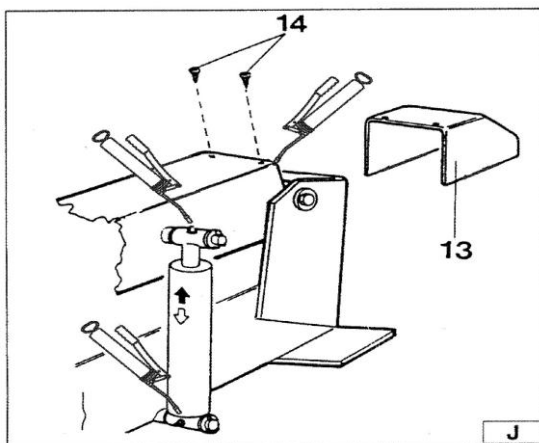

Рисунок 14. Смазка подъемного цилиндра и оси вращения
2) Время от времени смазывайте подъемный цилиндр зажимного патрона и ось вращения. Добавьте масло через пресс-масленку (Рис.14), обычную консистентную смазку.